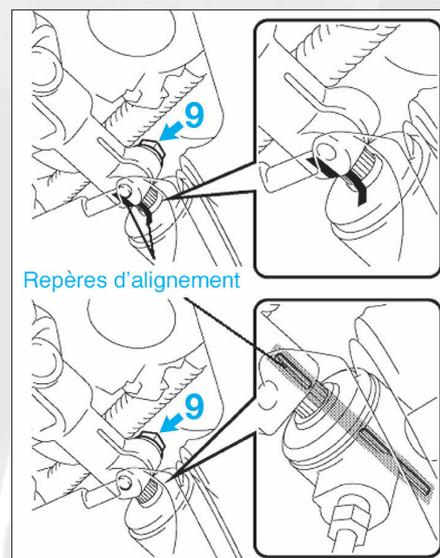

FIG. 6
- Effectuer des repères d'alignement, puis déposer la vis (9) entre l'arbre inférieur et le boîtier de direction (fig. 6).
- Désolidariser l'arbre inférieur du boîtier de direction (fig. 6)